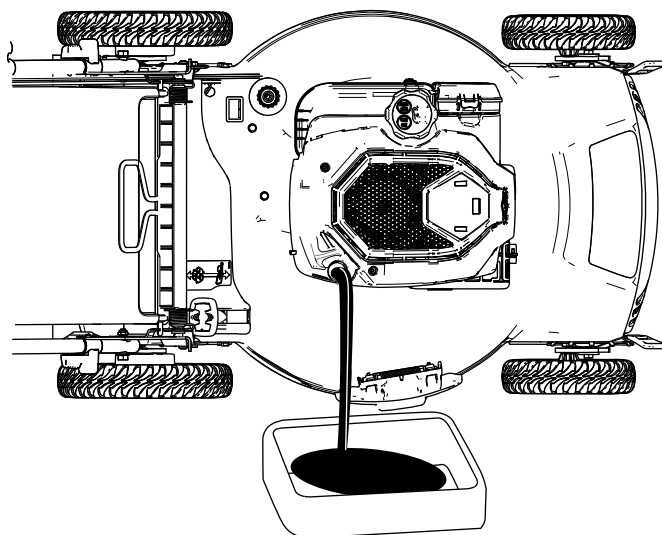
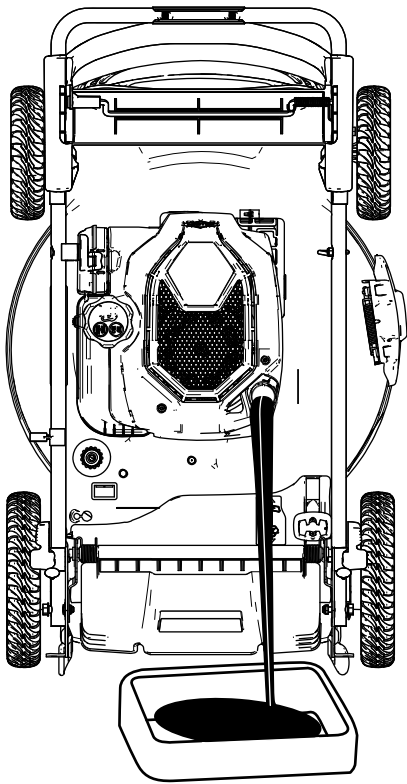

Figura 29
Figura 30
4. Coloque la máquina de lado (con el filtro de aire hacia arriba) para drenar el aceite del tubo de llenado de aceite (Figura 29) o ponga la máquina en la posición vertical de almacenamiento (Figura 30).